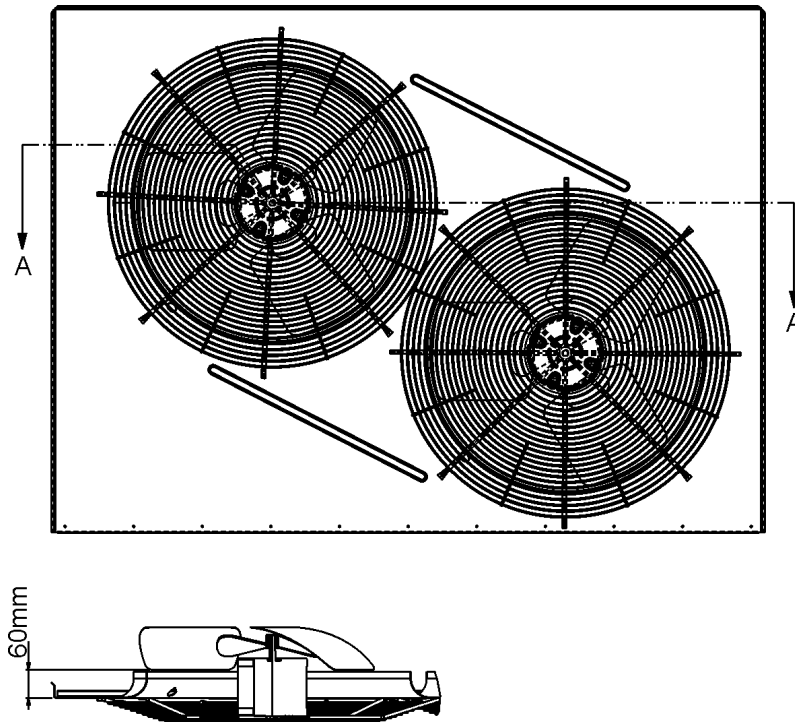

Fig. 15 - Altura del cubo Ventilador Condensador
4. Cuando reemplace la hoja del ventilador, la posición de la misma es tal que el eje sobresalga aproximadamente 60mm del cubo del ventilador. Vea la Fig. 15.